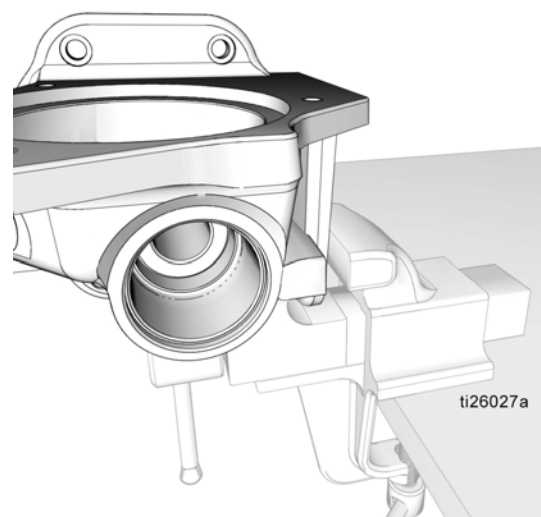

FIG. 40
4. Replacer la base de la pompe (1) dans l'étau comme indiqué à la FIG. 40.